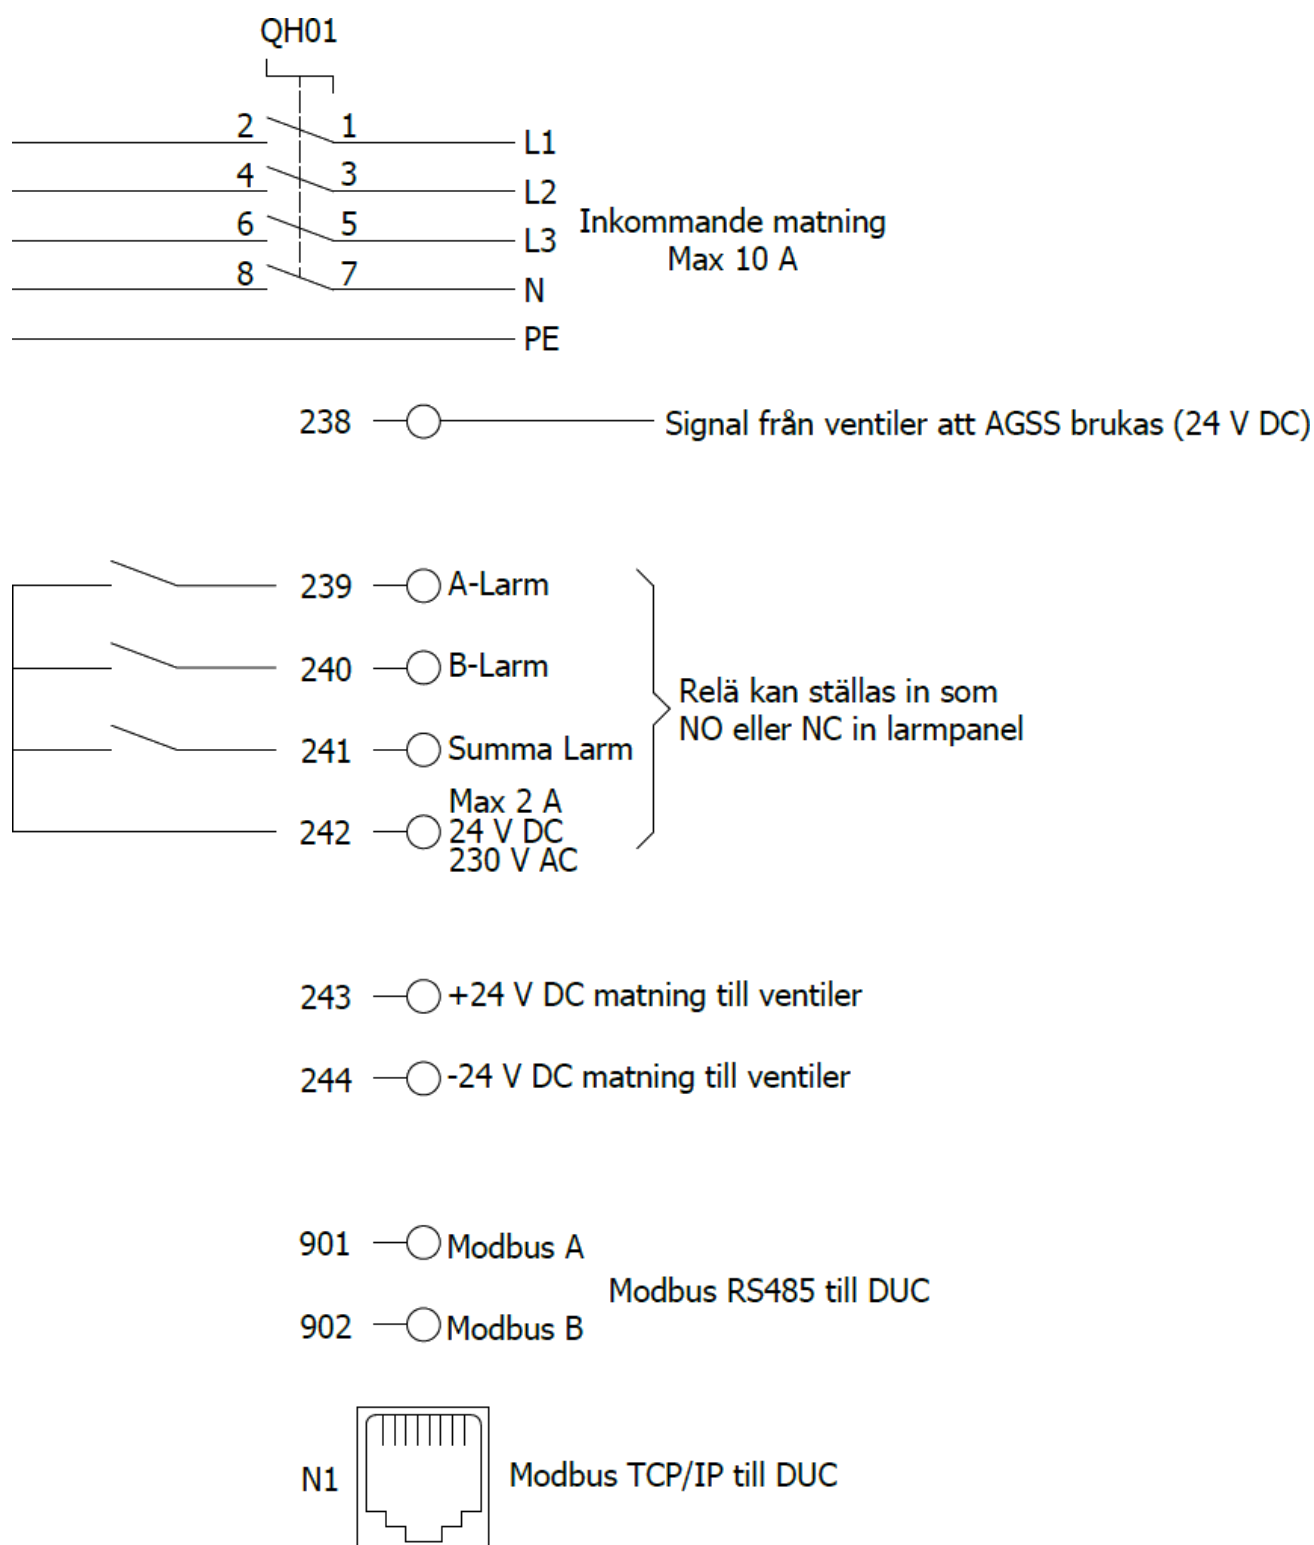

Bild 1 Kopplingsschema Centralenhet
6. Anslutning till sug sida (7) och utblåssida (9) sker med 50 mm PVC rör som limmas fast.
10. El och kommunikation ansluts enligt Bild 1 Kopplingsschema på sida 8 samt Bild 2 på sida 9.